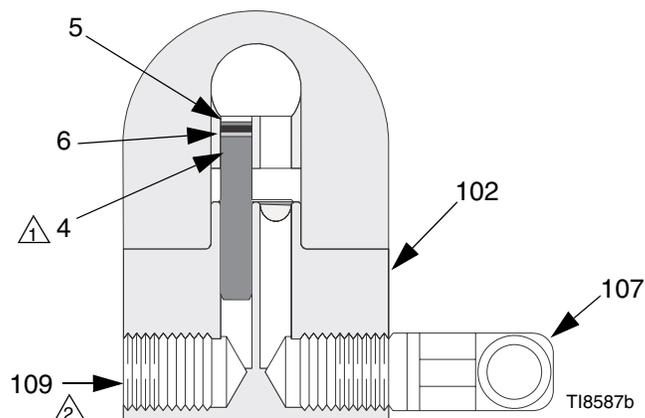

FIG. 1: Sistema sin circulación (vista de corte)
La pistola se suministra equipada con un tapón interno para el fluido (4). Vea FIG. 1. Para utilizar la pistola en un sistema circulatorio, retire el tapón interno. En un sistema que no sea circulatorio, deje el tapón colocado para minimizar el tiempo de lavado.
1. Aplique lubricante anti-agarrotamiento 222955 a las roscas y a las superficies de acoplamiento del colector (102), un tapón (109) y un codo (107), que se suministran desarmados.
2. Instale un codo (107) en uno de los orificios de fluido del colector (102) y un tapón (109) en el otro.
3. Instale el tapón interno (4) en el orificio de fluido de la pistola del mismo lado que el tapón del colector.
4. Conecte la línea de suministro de fluido al codo del colector (107). Vea FIG. 1.
5. Instale la pistola en el colector utilizando los cuatro tornillos (14). Comience a enroscar los cuatro tornillos. Apriete primero los dos tornillos delanteros y después los dos traseros. Apriete los cuatro tornillos uniformemente a un par de 65 in-lb (7,3 N•m).